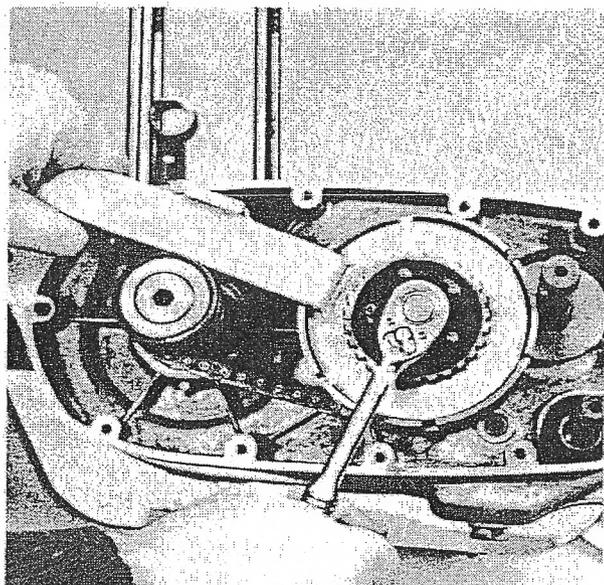

FIG. 8
11. Engancha la herramienta sujeta embrague Ossa N° 999-204 a la maza del embrague y gírala en sentido contrario a las agujas del reloj hasta que el mango se tope contra el eje de la transmisión elástica como se ve en la Fig 8. Con una llave de 22mm , afloja y quita la tuerca.